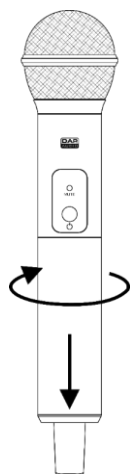

Fig. 10
01) Attivare il PSS impostando l'**interruttore di alimentazione (12)** in posizione ON.
02) Accendere il microfono premendo e tenendo premuto il pulsante **power/mute switch (40)** per 3 secondi. La **spia stato LED (39)** si illumina di colore verde.
03) Premere i **pulsanti UP/DOWN (05/07)** per scegliere uno dei 100 canali (cfr. pagina 15 per la tabella della gamma di frequenza). In alternativa, premere e tenere premuto i **pulsante UP (05)** per 6 secondi, per una ricerca rapida dei canali. Sul **display (09)** compare:
04) Dopo aver scelto un canale, premere e tenere premuto il **pulsante UP (05)** per 3 secondi. Il numero del canale attualmente scelto inizierà a lampeggiare.
05) Togliere il coperchio della batteria (Fig. 10). **In caso contrario non sarà possibile abbinare i dispositivi.**